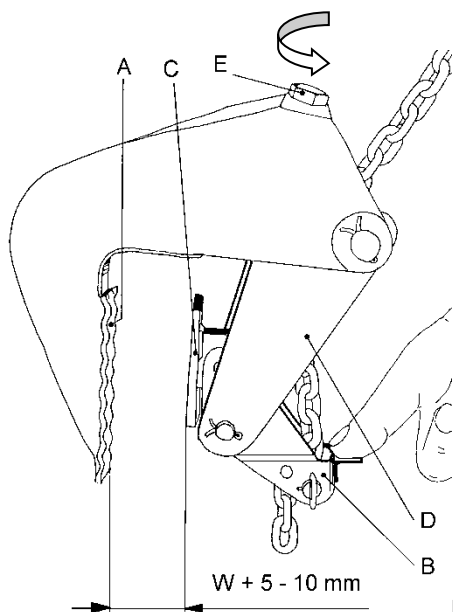
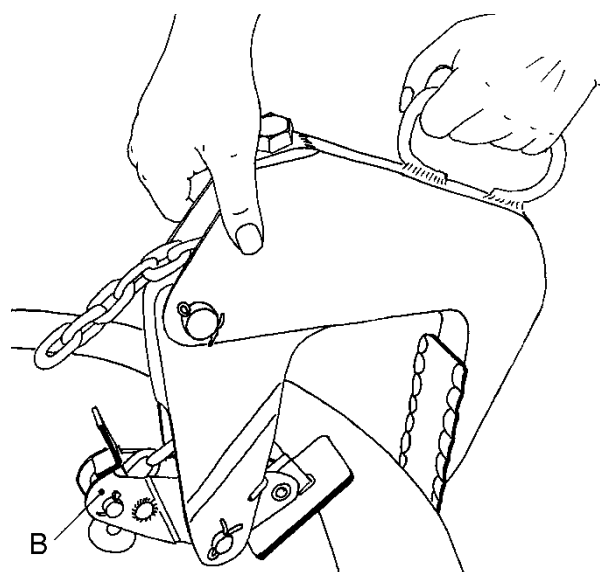

Fig. 3
Fig. 4
clemei prin rotirea șurubului de reglare (E) (fig. 3). Nu depășiți lărgimea maximă a deschiderii (vezi plăcuța de tip), deoarece piulița șurubului de reglare nu este asigurată; **Pericol de prăbușire!** Introduceți clemele pe peretele țevii astfel încât pârghia unghiulară (B) să se găsească pe partea interioară (fig. 4). Apăsați în jos pârghia unghiulară (B) contra forței elastice până la opritor. Rotiți șurubul de reglare (E) înăuntru până când **lărgimea deschiderii este mai mare cu 5-10 mm decât grosimea peretelui**. La toate clemele lărgimea deschiderii trebuie să fie reglată identic.